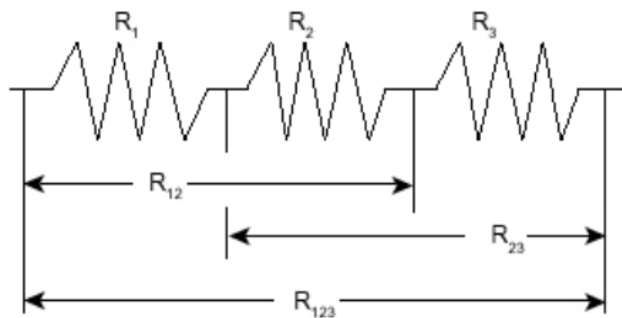

Figura 5. Circuito resistencias en serie.
4. Conecta las tres resistencias en serie como se muestra en la **Figura 5**. Mide los valores R_{12}, R_{23} y R_{123} conectando las puntas del multímetro en los extremos de las flechas indicadas en el diagrama de la **Figura 5**. Registre estos valores en la **Tabla 2**